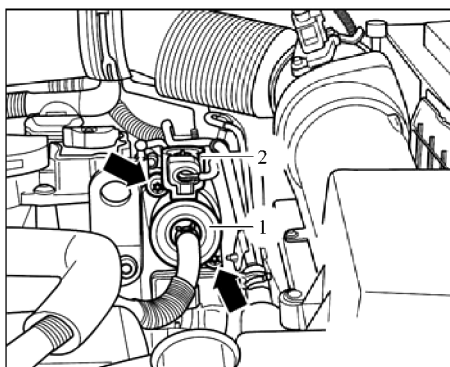

图 19-8 取出高压油泵
6) 拔下燃油压力调节阀 N276 的插头 2, 如图 19-8 所示。
7) 旋出高压油泵固定螺栓 (图 19-8 中箭头所示)。